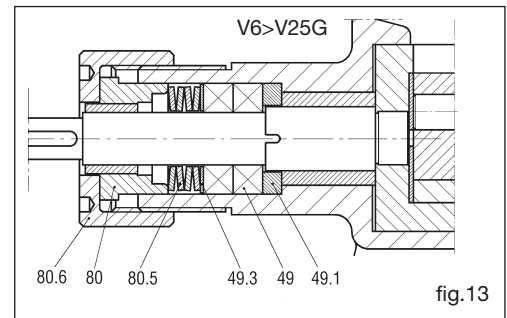

fig.13
- ❑ Enlever la clavette (42) de son logement sur l'arbre (05).
- ❑ Desserrer les boulons sans tête de sécurité (45).
- ❑ Enlever la frette qui recouvre le roulement (14) et l'entretoise (16).
- ❑ Bloquer le rotor (02) pour éviter que l'arbre ne tourne.
- ❑ Pousser l'arbre en dehors du roulement à l'aide d'une presse ou d'un extracteur. En effectuant cette dernière opération, il faut tenir compte que le rotor (02), la bride/ support (09) et le porte-garniture (80) s'enlèveront en même temps que l'arbre.
- ❑ Dévisser le graisseur (60), enlever la frette (15) et pousser le roulement en dehors du support (08) à l'aide d'une presse.
**11.6 Démontage de la garniture à tresse (pompes en fonte de V6 à V25) (fig. 13)**
- ❑ Dévisser le couvercle (80.6) et libérer le presse-étoupe (80).
- ❑ Enlever les anneaux de la tresse (49) à l'aide d'un extracteur spécifique ou d'un tournevis et les remplacer après avoir nettoyé le logement correspondant. Monter la tresse neuve qui est fournie déjà prête à l'emploi. Couper la tresse à 45° en fonction du diamètre de l'arbre s'il faut la préparer.